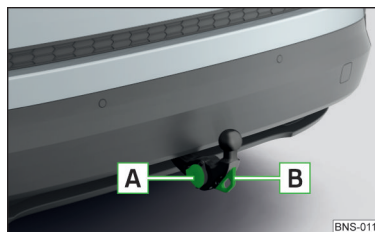

Fig. 318
- Branchez la prise mâle du câble de la remorque/de l'accessoire dans la prise à 13 pôles **A** » fig. 318. (Lorsque la remorque/l'accessoire dispose d'une fiche 7 pôles, utiliser un adaptateur des accessoires d'origine ŠKODA).